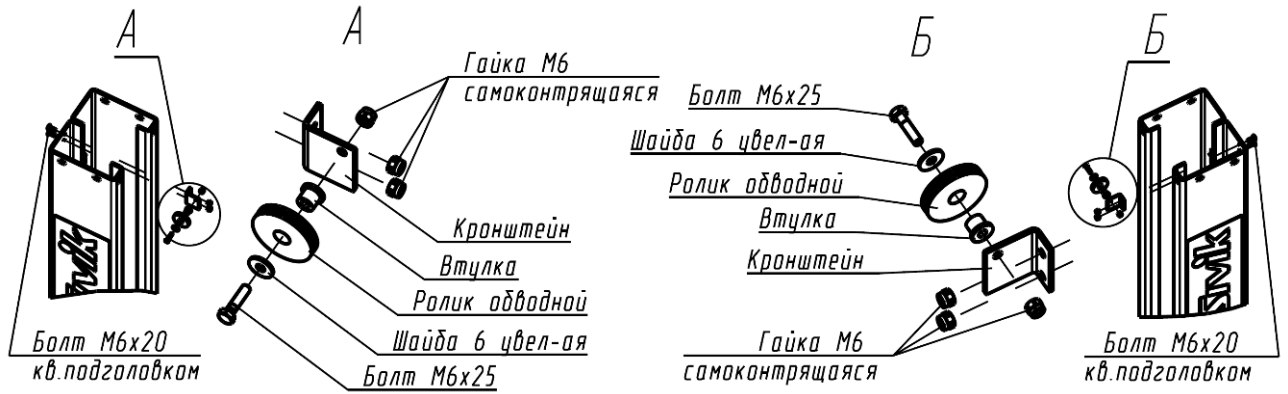

Рисунок 6.2 – Сборка и установка обводных блоков и надставок
6.3 На готовый бетонный пол (4500x1500x250мм) установить правую и левую стойки (убедиться, что правильно выбрано направление заезда). К правой и левой стойкам, используя болты M12x35, гайки M12, шайбы 12Г и шайбы 12, установить надставки предварительно собрать и установить обводные блоки тросика стопоров (рисунок 6.2).